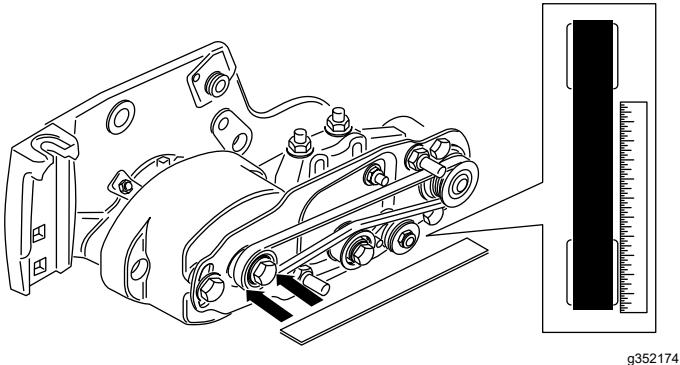

Figura 33
- Disponha uma régua de traçar ao longo da face externa da **polia da transmissão** (Figura 33). **Não** disponha a régua de traçar na polia da transmissão e na polia acionada.